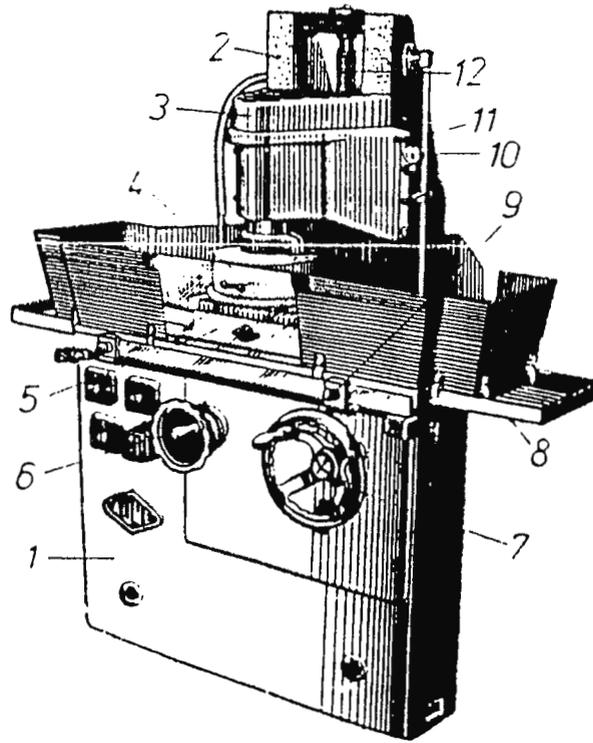

Fig. 1 Rectificadora frontal de superficies planas.
Aunque el tambor de avance del cabezal suele apreciar centésimas de milímetros, es muy frecuente emplear un reloj comparador en los rectificadores de responsabilidad para dar la profundidad de pasada. Dicho comparador puede montarse en una pinza que lleva el cabezal fig. 1 y se apoya al pie de su palpador en un tope deslizante sobre una regla (11) fija al montante. Como el tope permanece fijo, se puede controlar lo que avanza el palpador del reloj; con toda comodidad.